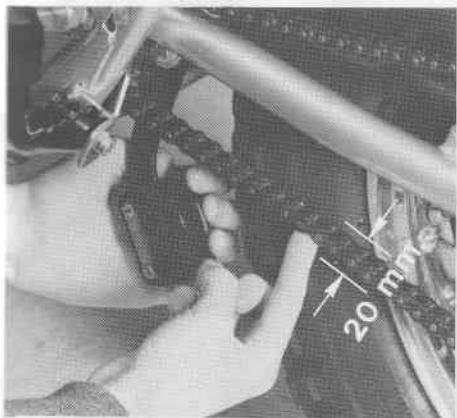

Fig. 27 - Regolazione catena
Come per il freno anteriore, prima di passare alla regolazione è necessario smontare il disco portaceppi, pulire i ceppi freno, e controllare l'usura dei ferodi. Rimontare il tutto mantenendo la giusta tensione della catena (vedi Fig. 27), e passare alla regolazione.
- Agire uniformemente sui tendicatena fino a quando, premendo al centro nella parte inferiore della catena, si noterà uno spostamento della linea retta di circa 20 m/m (Fig. 27).